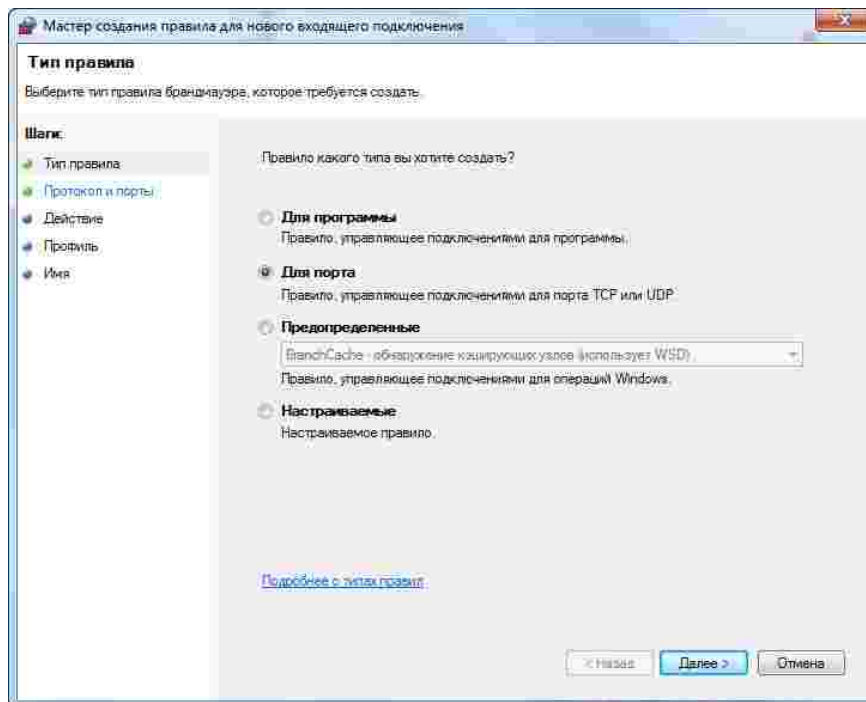

Рис. 50 Выбор типа задаваемого правила
3. Выберите тип задаваемого правила, см. Рис. 50.